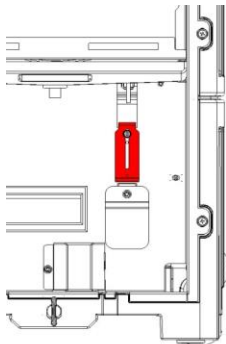

Abb. 6: Abdeckblech mit Wasserauffangbehälter
2. Entnehmen Sie den Wasserauffangbehälter. Das Abdeckblech dahinter ist nicht vor der Aussparung (Abb. 6).